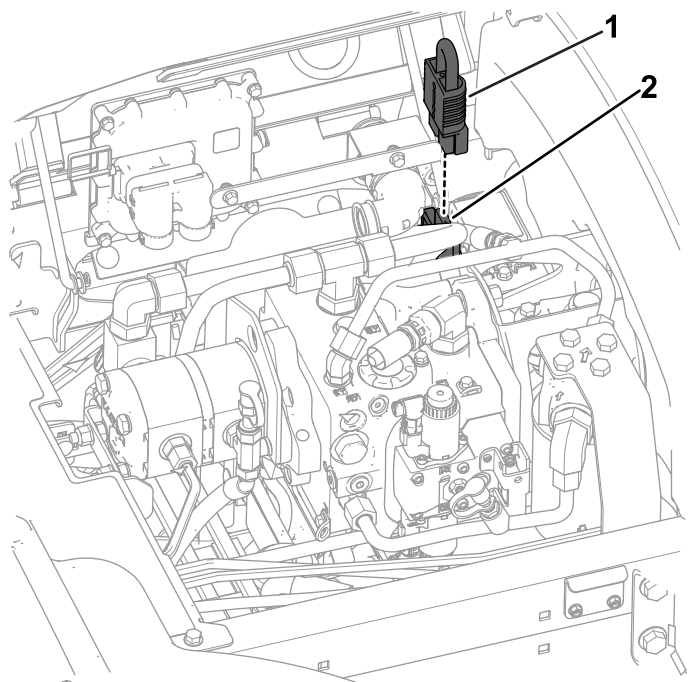

Рисунок 31
1. Нанесите диэлектрическую консистентную смазку на поверхности контактов перемычки отключения аккумулятора (Рисунок 31).